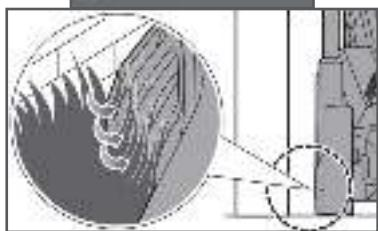

Рис. 11 Положение газонокосилки при кошении у стены.
- Будьте осторожны при кошении травы у таких препятствий, как ограждение, стена и т.п. Защитные выступы на корпусе газонокосилки позволяют сделать это аккуратно (Рис. 11).